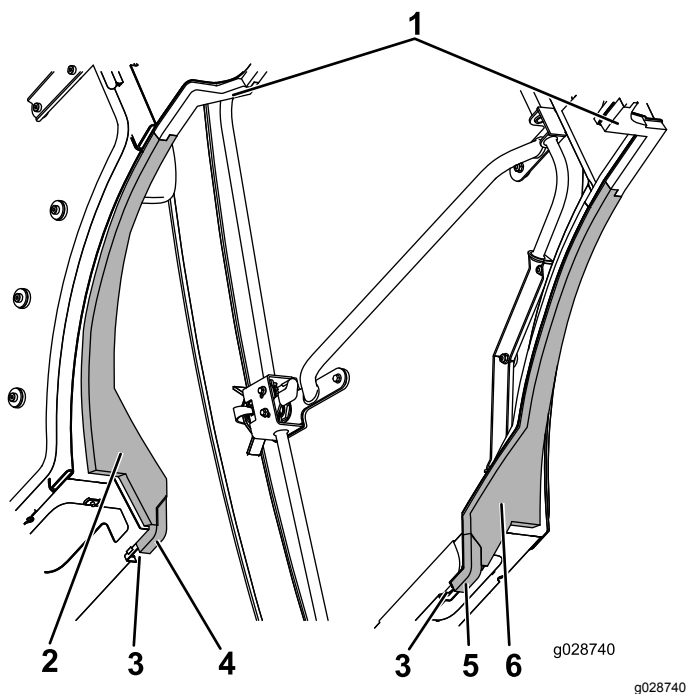

Рисунок 62
4. Совместите внутренние кромки левого и правого уплотнителей из пеноматериала для бака с левым и правым средними уплотнителями из пеноматериала и соедините вместе выступы (Рисунок 62).
5. Прижмите передние кромки левого бокового и правого бокового уплотнителей из пеноматериала к каналу и соедините угловые задние кромки уплотнителей из пеноматериала с уплотнителями из пеноматериала для бака (Рисунок 62).